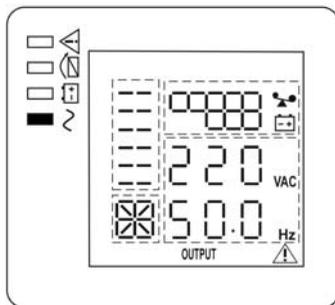
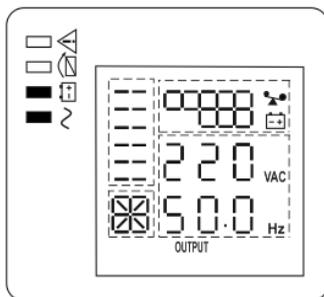

Рисунок 9 — состояние ЖК-дисплея и индикаторов в режиме «ОСНОВНОЙ» (АКБ и нагрузки подключены)
Рисунок 10 — состояние ЖК-дисплея и индикаторов в режиме «РЕЗЕРВ»
- Включить изделие (см. п.1 таблицы 3). Изделие выполнит автоматическое самотестирование, определит качество входного сетевого напряжения, уровень нагрузки, наличие АКБ и степень ее заряда. Процесс самотестирования сопровождается последовательным включением/выключением всех индикаторов. После самотестирования изделие перейдет в режим «ОСНОВНОЙ» (см. рисунок 10) и продолжит заряд АКБ. Индикатор «BYPASS» погаснет, а индикатор «ИНВЕРТОР» включится (см. рисунок 9). Включить нагрузки. Если нагрузок много, необходимо включать их последовательно, одну за другой, на ЖК-дисплее отобразится уровень нагрузки (см. рисунок 9).
Отключить сетевое напряжение. Изделие должно автоматически выполнить переход на резервное питание нагрузок от АКБ. Индикатор «ИНВЕРТОР» останется включенным, дополнительно включится индикатор «АКБ» и раз в 4 секунды будет вспыхивать индикатор «ВНИМАНИЕ» (см. рисунок 10).
Включить изделие (см. п.1 таблицы 3). Изделие выполнит те же действия, что и при работе от сети, за исключением того, что питание нагрузок осуществляется от АКБ. Изделие сразу переходит в режим «РЕЗЕРВ», индикаторы «ИНВЕРТОР» и «АКБ» включаются (см. рисунок 9).
Вновь подать сетевое напряжение. Изделие должно автоматически перейти в режим «ОСНОВНОЙ» (см. рисунок 9), либо в режим «ЭКО», если параметр ECO включён (см. Приложение 2, описание настройки параметров изделия).